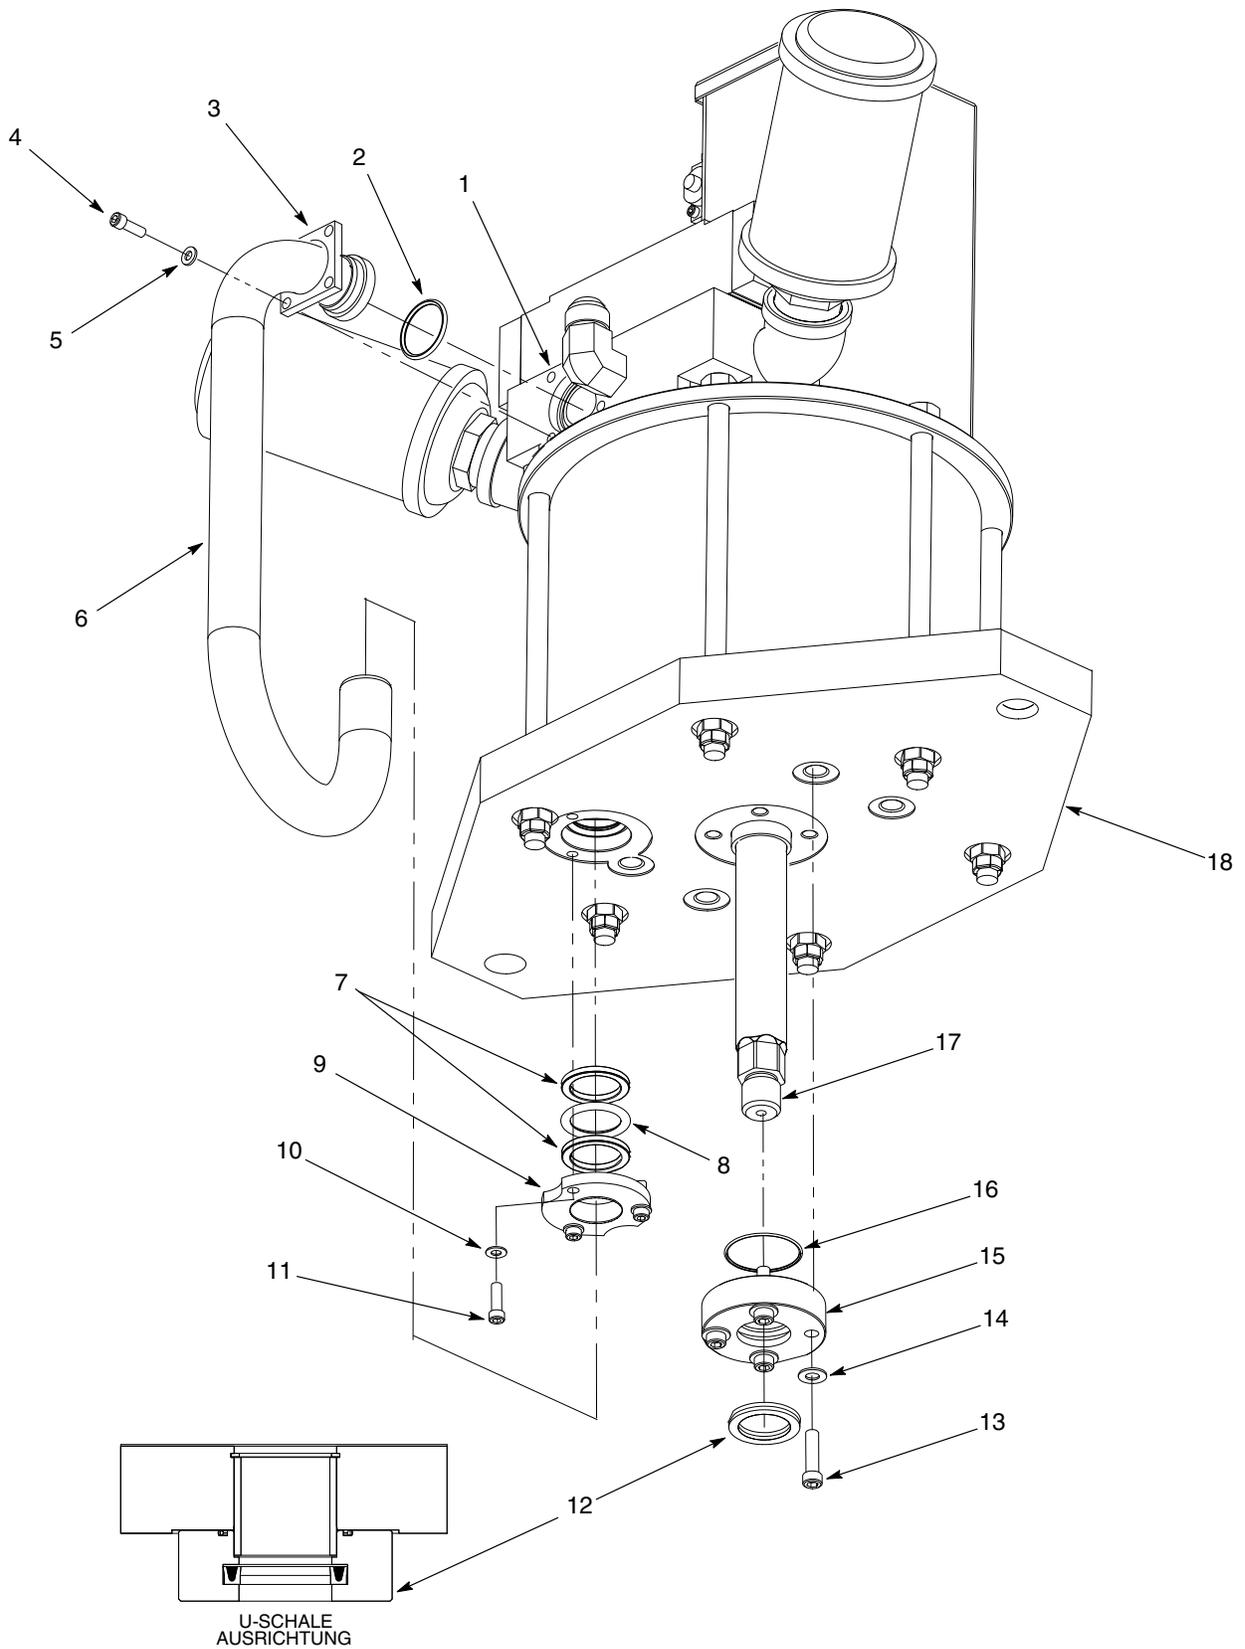

Abb. 11 Dichtungen und Ringe der Grundplatte ersetzen
1. Siehe Abb. 11. Die Schrauben (4) und Unterlegscheiben (7) abnehmen, mit denen der obere Zuleitungshalter (5) am Luftverteiler (1) befestigt ist.
2. Die Schrauben (11) und Unterlegscheiben (10) abnehmen, mit denen der untere Zuleitungshalter (9) an der Grundplatte (18) befestigt ist.
3. Zuleitung (6) von Luftverteiler (1) und Grundplatte (18) abnehmen.
5. O-Ring (2) vom Luftverteiler (1) abnehmen. Quad-Ringe (7) und O-Ring (8) von der Grundplatte (18) abnehmen. Quad- und O-Ringe entsorgen.
1. Siehe Abb. 11. Quad-Ringe (7) und O-Ringe (8) mit TFE-Fett einfetten. Quad-Ringe und O-Ring wie gezeigt in der Grundplatte (18) installieren.
2. Unteren Halter mit Unterlegscheiben (10) und Schrauben (11) an der Grundplatte (18) installieren. Die Schrauben jetzt erst fingerfest anziehen.
3. Den O-Ring (2) des Luftverteilers mit TFE-Fett einfetten und im Luftverteiler (1) installieren.
4. Den oberen Halter (3) an der Luftzuleitung (6) installieren.
5. Vorsichtig den unteren Teil der Luftzuleitung (6) durch den unteren Halter (9) in die Grundplatte (18) stecken.
6. Vorsichtig den oberen Teil der Luftzuleitung (6) in den Luftverteiler (1) stecken.
7. Den oberen Halter (3) mit den Schrauben (4) und Unterlegscheiben (5) am Luftverteiler (1) befestigen. Die Schrauben mit 10-12 ft-lb (13-16 N•m) anziehen.
8. Untere Halteschrauben (11) anziehen. Anzugsmoment: 10-12 ft-lb (13-16 N•m).
1. Siehe Abb. 11. Die Schrauben (13) und Unterlegscheiben (14) abnehmen, mit denen der Kolbenstangenhalter (15) an der Grundplatte (17) befestigt ist.
2. Den O-Ring (16) und die U-Schale (12) vom Kolbenstangenhalter (15) abnehmen. O-Ring und U-Schale entsorgen.
3. Neuen O-Ring (16) und neue U-Schale (12) mit TFE-Fett schmieren. O-Ring und U-Schale wie gezeigt in den Kolbenstangenhalter (15) stecken.
4. Kolbenstangenhalter (15) mit den Schrauben (13) und Unterlegscheiben (14) an der Grundplatte (17) installieren. Die Schrauben mit 22-25 ft-lb (30-33 N•m) anziehen.